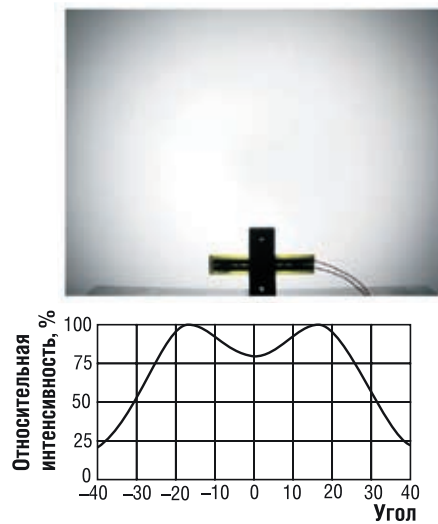

Рис. 3. Широкая диаграмма направленности
- широкая диаграмма — угол эффективного излучения от 50° (см. рис. 3).